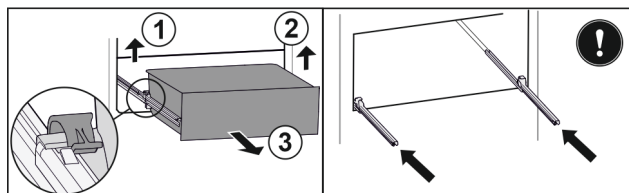

Fig. 197
- Sollevare il morsetto sinistro e allo stesso tempo tirare in avanti il cassetto sinistro. *Fig. 197 (1)*
- Sollevare il morsetto destro e allo stesso tempo tirare in avanti il cassetto destro. *Fig. 197 (2)*
- Rimuovere il cassetto tirandolo in avanti. *Fig. 197 (3)*